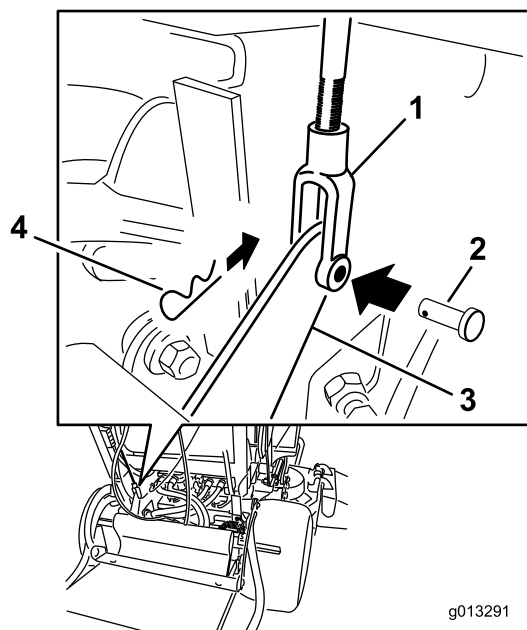

Figura 63
4. Para ajustar o travão, retire o pino de segurança e contrapino da alavanca inferior do travão e da culatra (Figura 63).
7. Fixe a culatra à alavanca inferior do travão com o contrapino e pino de segurança (Figura 63).